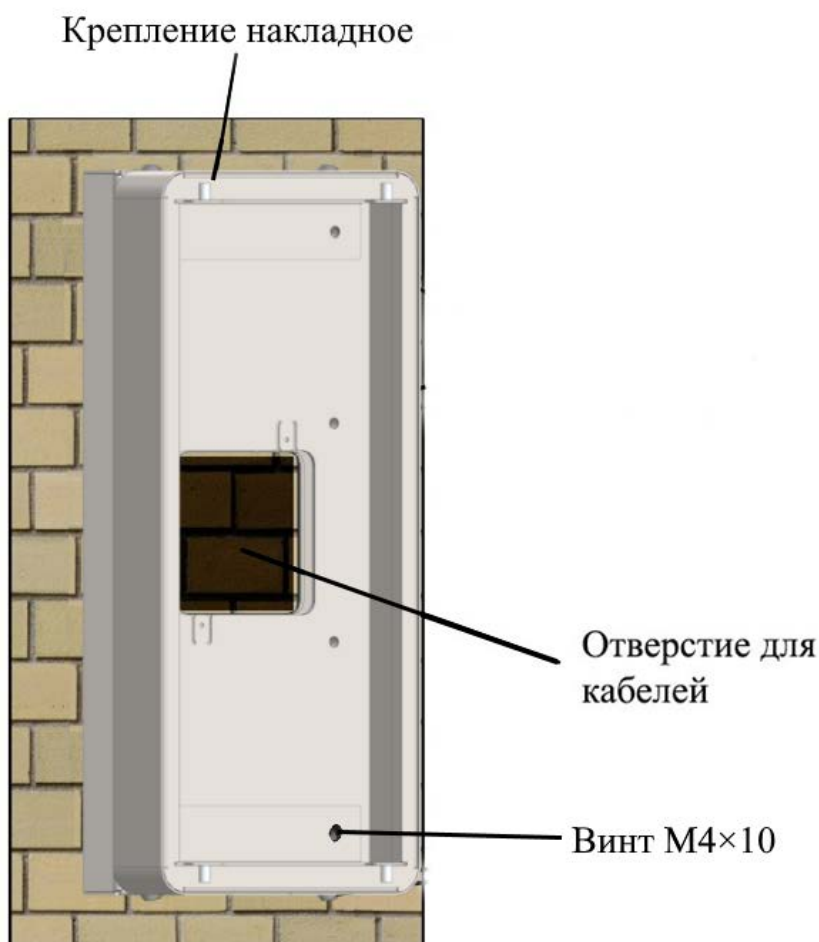

Рисунок 6 – Размещение крепления накладного
- 2.2.6. Приложить и прикрутить крепление накладное к крышке крепления поворотного винтами M4×10 (рисунок 6).